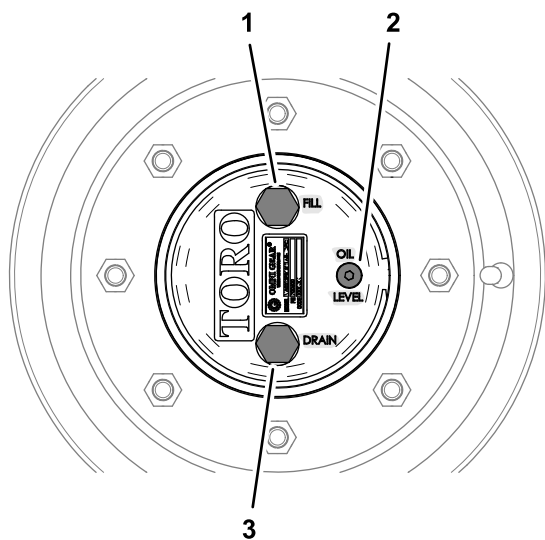

Figura 91
1. Cu maina pe o suprafață plană, poziționați o roată astfel încât bucul de umplere să se afle la cea mai înaltă poziție (ora 12), iar bucul de golire la cea mai joasă poziție (ora 6) (Figura 91).
1. Cu mâna pe o suprafață plană, poziționați o roată astfel încât buonul de umplere să fie la cea mai înaltă poziție (ora 12), iar buonul de golire la cea mai joasă poziție (ora 6); consultați Figura 91 din Verificarea lubrifiantului pentru angrenajul planetar \(Pagină 71\).